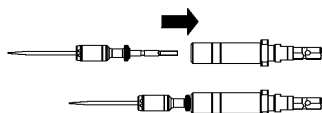

図8
- 1) CS ピンライアルを用いて適切な長さのCS ピンを選択し、ホルダー後端をCS ピンアダプタに確実に接続し、パワーツールへ装着します。(図8)